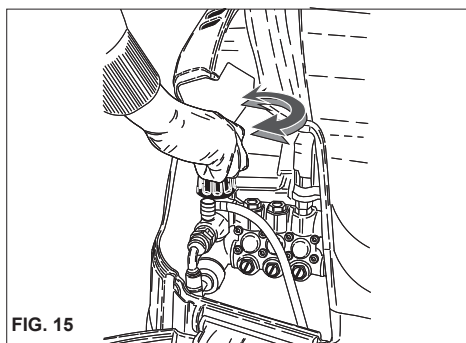

FIG. 15
Ce chapitre concerne uniquement les modèles pourvus du dispositif «Régulateur de pression». Le dispositif régulateur de pression (fig. 15) permet de régler la pression de service. En faisant tourner le bouton C dans le sens contraire des aiguilles d'une montre (B) (minimum), on obtient une réduction de la pression de service.
- 2) Actionner le nettoyeur haute pression, activer la commande d'aspiration du détergent présente sur la lance (fig. 15), et répandre la solution sur la surface à laver en procédant de bas en haut. Laisser agir quelques minutes.